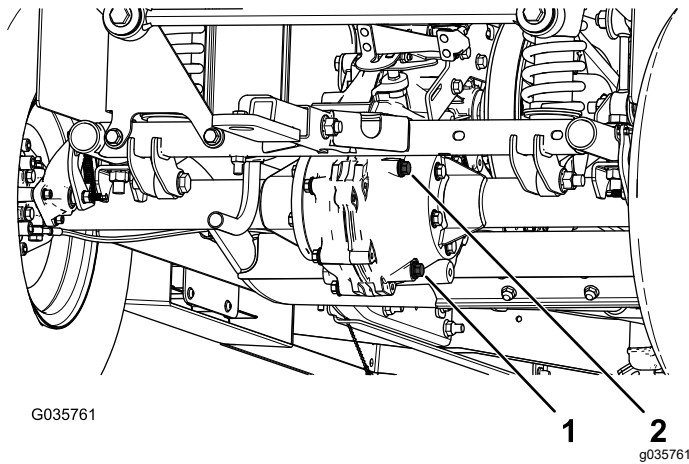

Figura 60
4. Retire el tapón de llenado del transeje (Figura 60).
5. Si el nivel de fluido es bajo, retire el tapón de llenado y añada el fluido especificado hasta que salga del orificio (Figura 60).
1. Coloque un recipiente debajo del tapón de vaciado (Figura 60).
2. Retire el tapón de llenado y la junta (Figura 60).
3. Retire el tapón de vaciado y la junta y deje que el fluido se drene completamente (Figura 60).